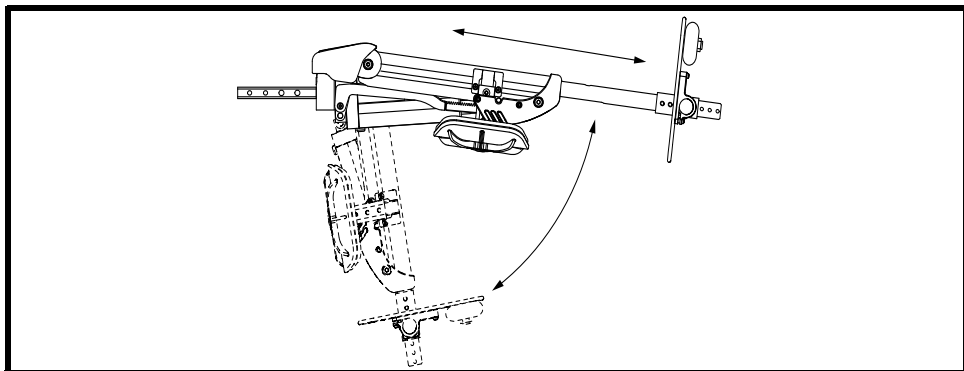
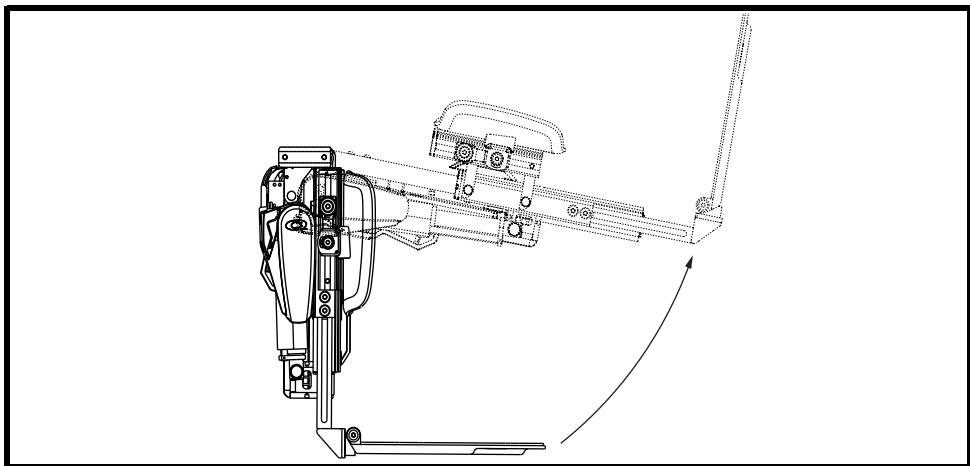
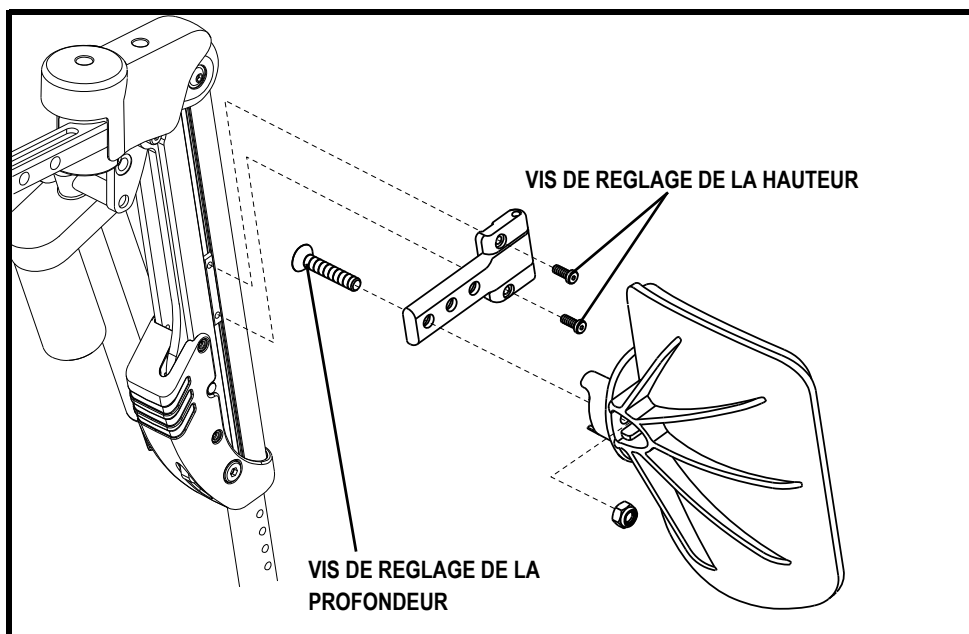

Figure 13. L'appui-jambe élévateur motorisé compensateur
Figure 15. Plateforme repose-pied articulée à montage centré
Figure 16. Réglages des coussins de mollet rétractables (ALR montré)
Les appui-jambes motorisés compensateurs permettent de maintenir la distance choisie, entre le genou et la cheville, lorsqu'ils sont élevés. Ils peuvent être ajustés de façon individuelle ou en pair. **Voir la figure 13.** Un mouvement d'un angle de 70° ou de 80° est possible. Des appui-mollets escamotables standards, ajustables en hauteur et en profondeur (**voir la figure 16**), peuvent y être installés et tous les modèles de plaques d'appui-pieds sont acceptés. La capacité de poids maximale est de 136 kg (300 lb). Ils peuvent s'adapter à toutes les bases motrices équipées d'un système électronique de version récente et sont aussi disponibles avec le système de siège «Synergy». Les appui-jambes élévateurs motorisés compensateurs fonctionnent à l'aide du module de contrôle de votre fauteuil motorisé, d'un interrupteur, ou d'un module de contrôle pour aidant.
La plateforme repose-pied articulée à montage centré maintient la bonne distance entre le talon et genoux lorsque la jambe est élevée. **Voir la figure 15.** La plateforme repose-pied articulée à montage centré s'élève jusqu'à 170°, possède un support de mollet réglable en profondeur et en hauteur (**voir la figure 16**), et peut supporter jusqu'à 204 kg (450 lb) et a une température de fonctionnement de 40°F (4°C) à 105°F (40°C). Offerte avec le système de positionnement motorisé «TRU-Balance» et avec le système «Synergy Seating». La plateforme est contrôlée à partir de la manette de contrôle ou via un commutateur à bascule.
1. Retirez les vis de réglage en hauteur. **Voir la figure 16.**
1. Retirez la vis de réglage en profondeur. **Voir la figure 16.**